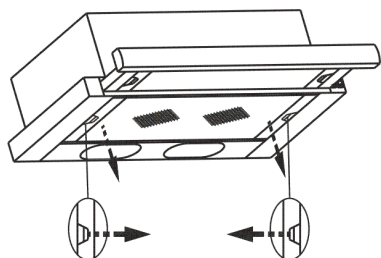

рис. 6
- снимите алюминиевый фильтр (рис. 6);
- снимите алюминиевый фильтр, для этого нажмите на пружинный замок на фильтре и потяните его вниз и на себя (рис. 6);